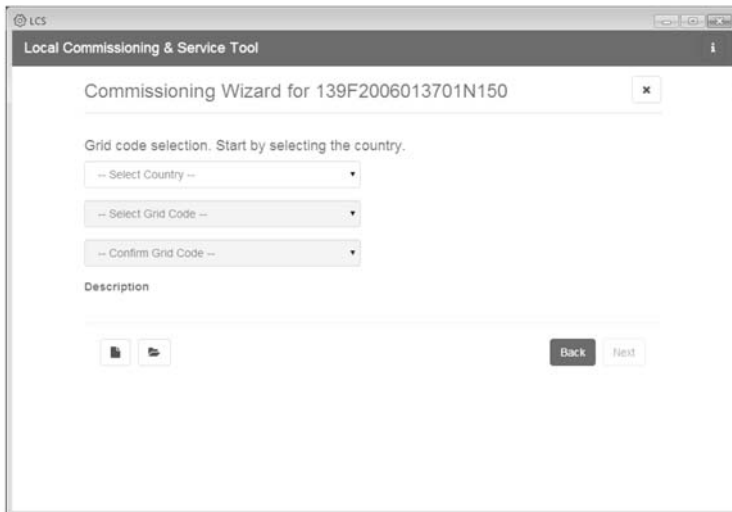

Abbildung 5.6 LCS-Tool - Land und Grid-Code auswählen
7. Wählen Sie das gewünschte Land aus der Liste der verfügbaren Optionen für die Wechselrichter im Netzwerk. Siehe Abbildung 5.6.
8. Wählen Sie den gewünschten Grid-Code aus der Liste der verfügbaren Optionen für das ausgewählte Land aus. Im Bedarfsfall einen kundenspezifischen Grid-Code durch Anklicken der Schaltfläche **[Load]** laden. Siehe Abbildung 5.6. Die Schaltfläche **[Create]** ist inaktiv und kann nicht verwendet werden.